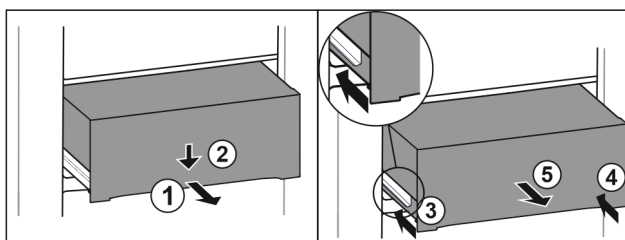

Fig. 156
- Izvucite ladicu na pola. Fig. 156 (1)
- Pritisnite ladicu naprijed prema dolje. Fig. 156 (2)
- Gurnite lijevu vodilicu za oko 2 cm. Fig. 156 (3)
- Gurnite desnu vodilicu za oko 2 cm. Fig. 156 (4)
- Izvadite ladicu prema naprijed. Fig. 156 (5)